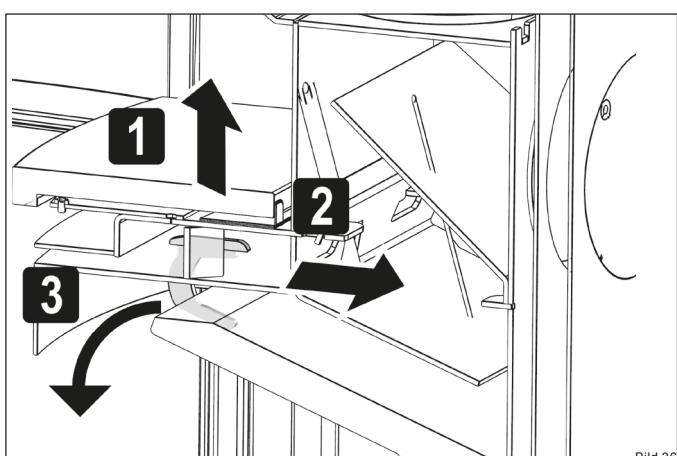

Bild 36
- ▶ Lösen Sie die Thermosteinhalter (Bild 36).